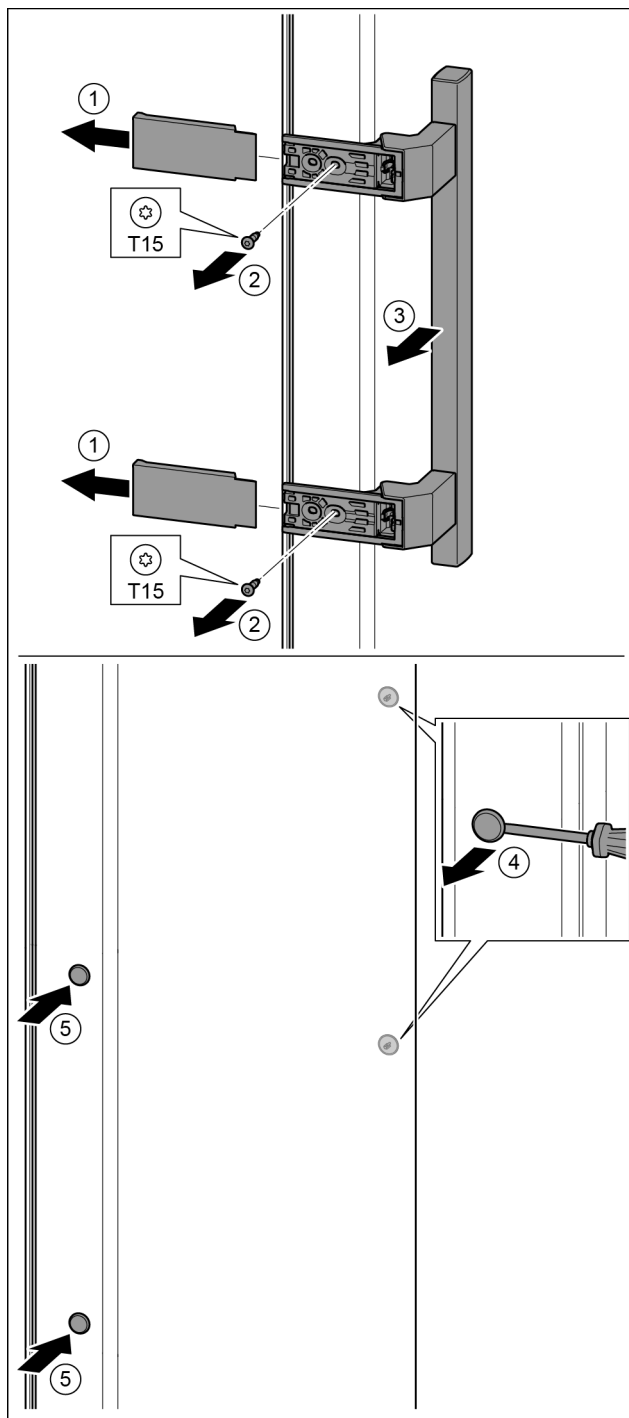

Fig. 36
- ▶ togliere la copertura. Fig. 36 (1)
- ▶ Con il cacciavite T15 svitare le viti. Fig. 36 (2)
- ▶ Togliere la maniglia. Fig. 36 (3)
- ▶ Con un cacciavite sollevare con attenzione i tappi laterali ed estrarli. Fig. 36 (4)
- ▶ Inserire nuovamente i tappi sull'altro lato. Fig. 36 (5)